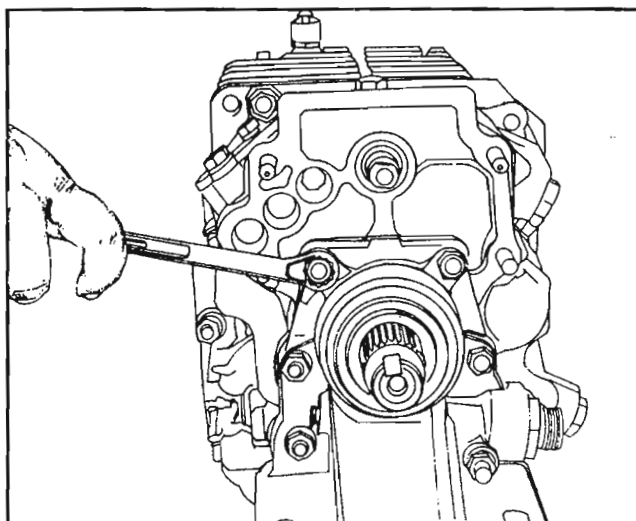

Fig. 7
Destornille las tuercas (65) y saque el conjunto de la cubierta trasera de la caja de cambios (68). Saque los calzos de ajuste del eje primario y del tren fijo (10a y 70) de la cubierta y guárdelos. Fig. 7